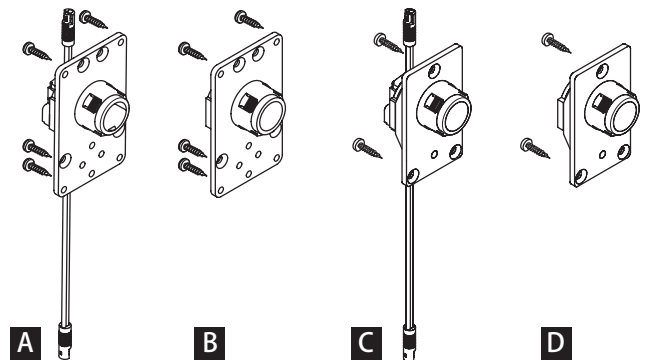

図2: さまざまなホルダーセット
- Mono 20 P/Lホルダーセット、電源ケーブル付き(図2/A)
- Mono 20 P/Lホルダーセット、電源なしタイプ(図2/B)
- Mono 20 P/Lライトホルダーセット、電源ケーブル付き(図2/C)
- Mono 20 P/Lライトホルダーセット、電源なしタイプ(図2/D)